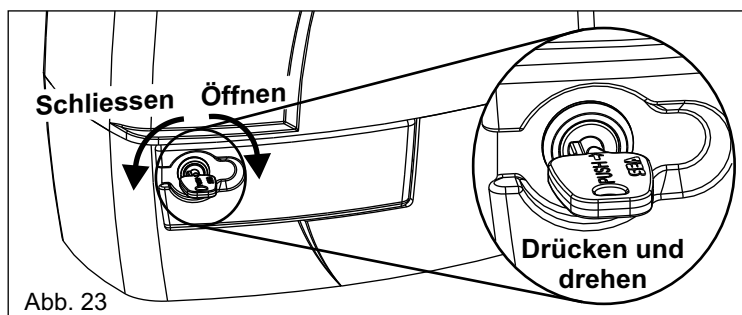

Abb. 23
- Den Schlüssel einstecken, drücken und im Uhrzeigersinn um 90° drehen (Fig. 23).